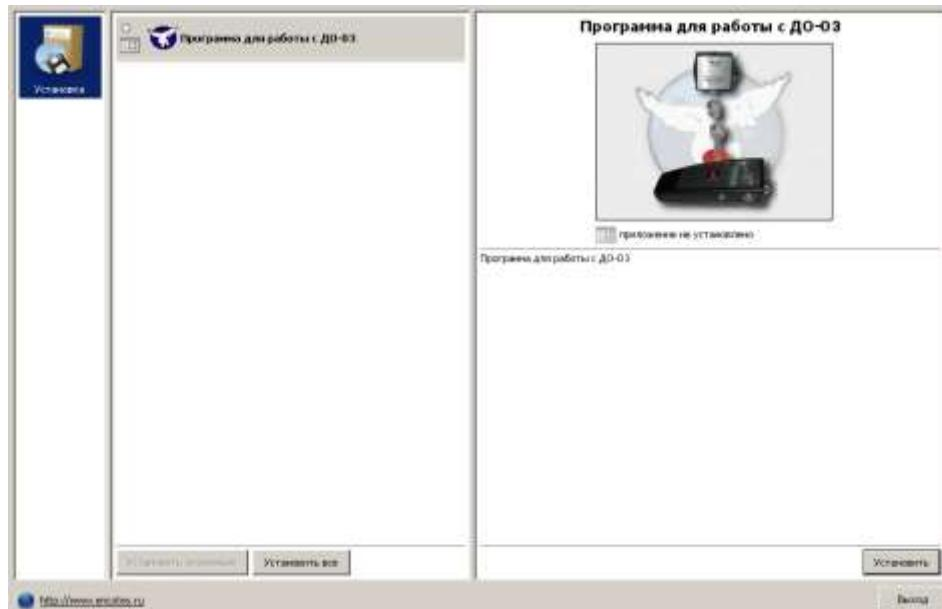

Рис.2. Главное окно установки программ
Наиболее оптимальным способом взаимного расположения прибора по отношению к объекту измерения является взаимно перпендикулярное расположение луча лазера и оси вращения измеряемого объекта (см. рис. 2а).
Рис.2а. Схема расположения тахометра по отношению к объекту измерения (ВТП – выносной тахометрический преобразователь)
- обеспечить взаимно перпендикулярное расположение луча лазера и оси вращения измеряемого объекта (см. рис. 2а) (это требование является обязательным, в противном случае, фокусировку выполнить не удастся),
Для установки программного обеспечения на жесткий диск следует вставить компакт-диск из комплекта поставки ИНКО.467617.002 в CD-дисковод. Если в операционной системе включен режим автозапуска, то после установки диска в CD-дисковод появится главное окно установки программ (рис.2). Если режим не включен, открыть диск, открыть папку "RUNSETUP" и запустить программу *runsetup.exe*.
В появившемся окне (рис.2) выбрать «Программа для работы с ДО-03» и запустить установку с помощью кнопки **Установить** или **Установить все**, если пакет ПО состоит только из программы для тахометра.